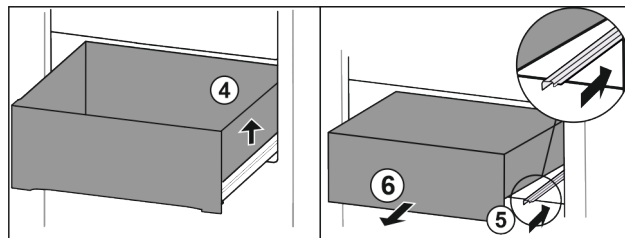

Fig. 15
- ▶ Приподнимите выдвижной ящик справа Fig. 15 (4).
- ▶ Вставьте правую направляющую Fig. 15 (5).
- ▶ Извлеките выдвижной ящик движением вперед Fig. 15 (6).